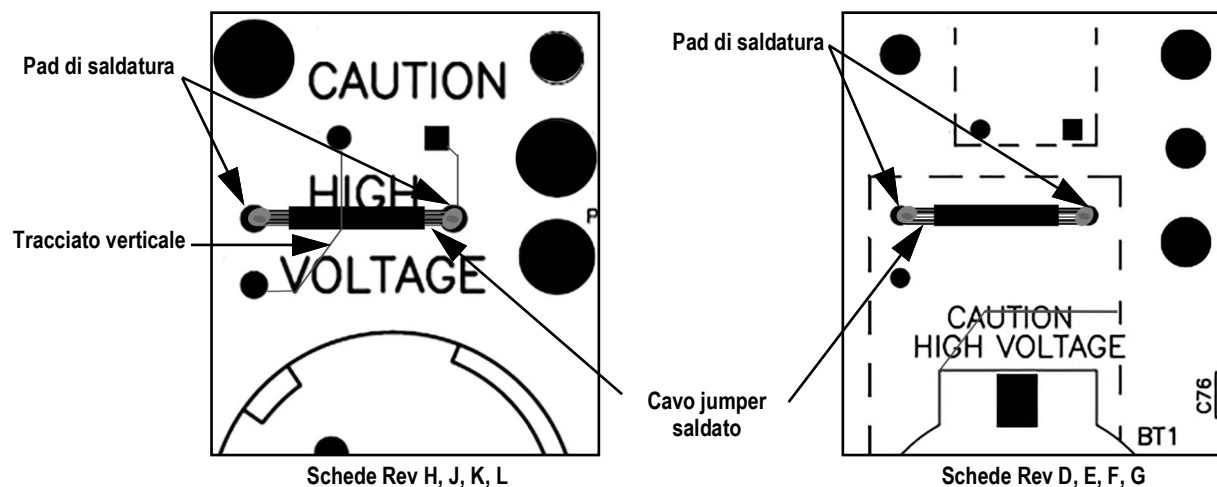

Figura 1. Posizionamento del cavo jumper stagnato
**NOTA:** le schede CPU (Rev L e precedenti) richiedono una modifica per limitare la corrente elettrica per la retroilluminazione CCFL (vedere Figura 1).
Per le schede Rev H, J, K, L: inserire il cavo jumper stagnato in dotazione tra i due pad di saldatura situati su ciascun lato della parola **HIGH** (vedere Figura 1). Assicurarsi che l'isolamento copra il tracciato verticale attraversato dal jumper.
Per le schede Rev D, E, F, G: inserire il cavo jumper stagnato in dotazione tra i due pad di saldatura situati sopra la batteria, più vicini alla serigrafia tratteggiata (vedere Figura 1).